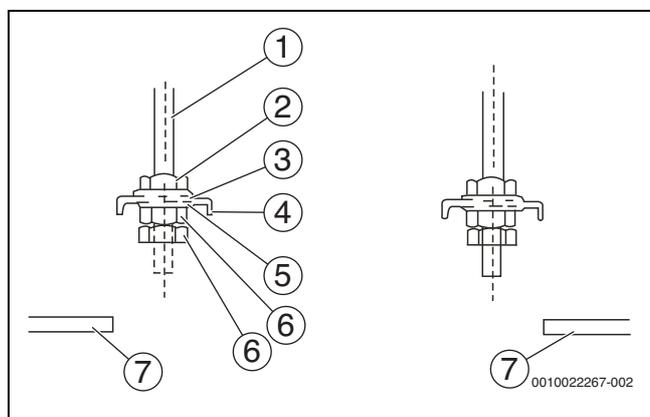

Рис. 14
- ▶ Отрегулируйте положение гаек. Размер зазора между шайбой (нижней частью) и потолком определяется фактической конструкцией потолка (→ рис. 14).